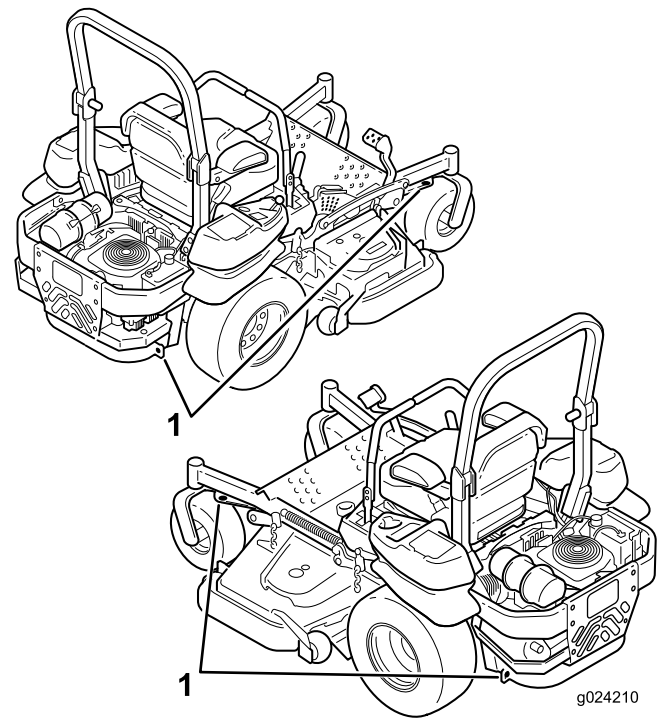

Bild 34
5. Befestigen Sie die Maschine mit den Metallbefestigungsschleifen und Riemen, Ketten, Kabel oder Seilen am Anhänger oder Pritschenwagen (Bild 34).